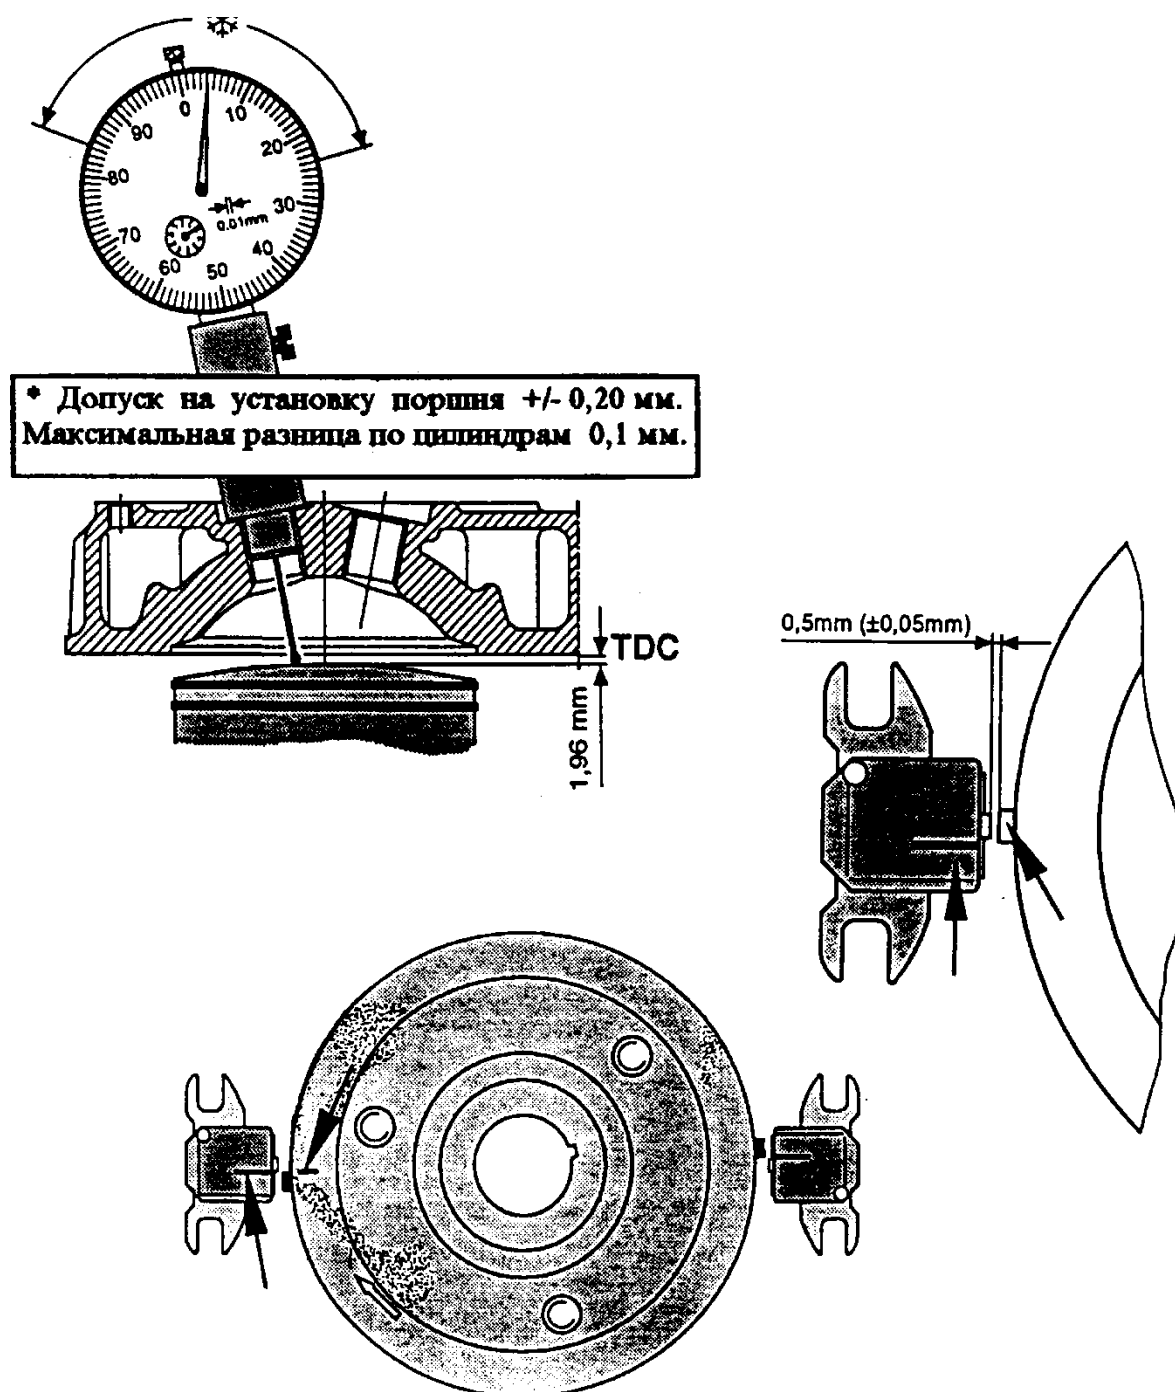

Рис. 30. Установка зажигания
7. 1. 6. Установка зажигания (рис. 30).